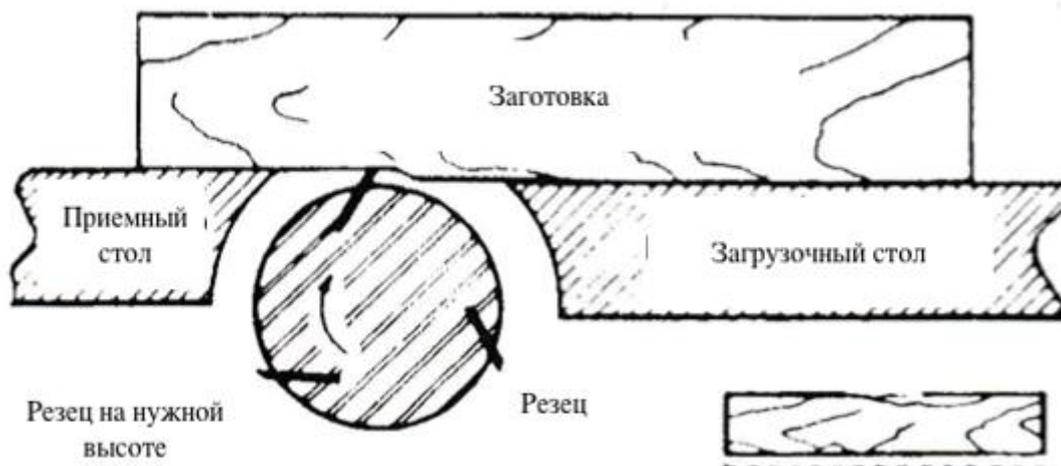

Рис. 33 Правильная установка заготовки
8. В качестве итоговой проверки медленно проведите заготовку над резцами на расстояние от 6 до 8 дюймов. Заготовка должна надежно опираться на оба стола, как показано на Рис. 33 без открытых пространств под обработанной поверхностью.